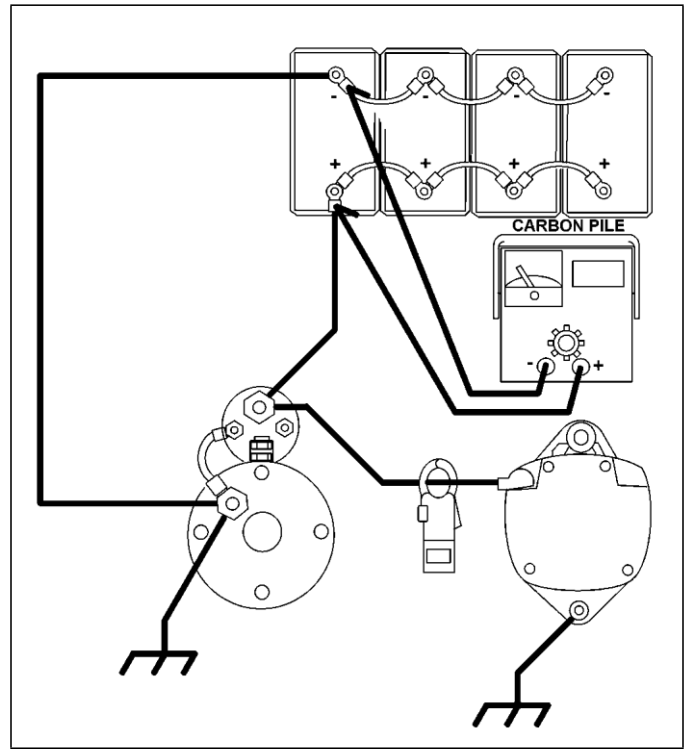

Figura 15-56
1. Conecte un probador VAT a las baterías del vehículo conectando los cables positivo (+) y negativo (-) de la máquina a las terminales positiva (+) y negativa (-) de la batería. Sujete el cable inductivo alrededor del cable positivo (+) del alternador con la flecha del captador inductivo apuntando en sentido opuesto al alternador. Ver Figura 15-56.